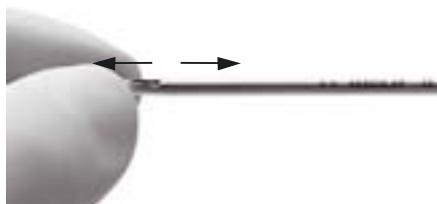

Fig. 3
- Desmontar el vástago 5, ver Fig. 3: